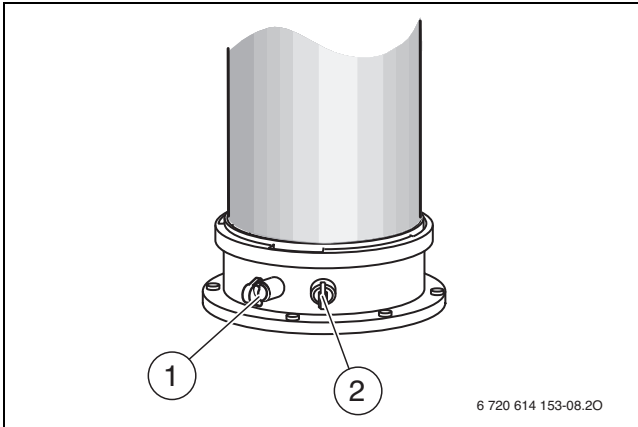

Bild 6 Abgasmessstutzen und Verbrennungsluft-Messstutzen
- ▶ Stopfen am Verbrennungsluft-Messstutzen (→ Bild 6, [2]) entfernen.
- Stopfen am Abgasmessstutzen (→ Bild 6, [1]) entfernen.